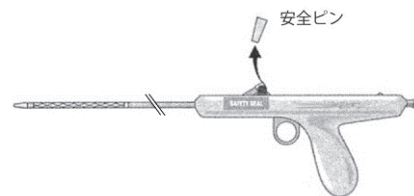

図7
- (11) デリバリーシステムが適切な位置にありステントが正しく装填されていることを確認して、術者がステントをリリースする準備が出来たら、安全ピンを外す (図7)。